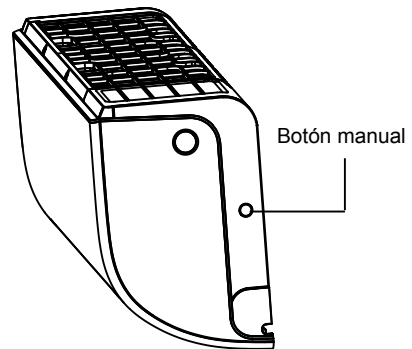

Fig. 8.1
1. Localice el BOTÓN MANUAL a la derecha del panel lateral de la unidad. Vea la Fig.8.1